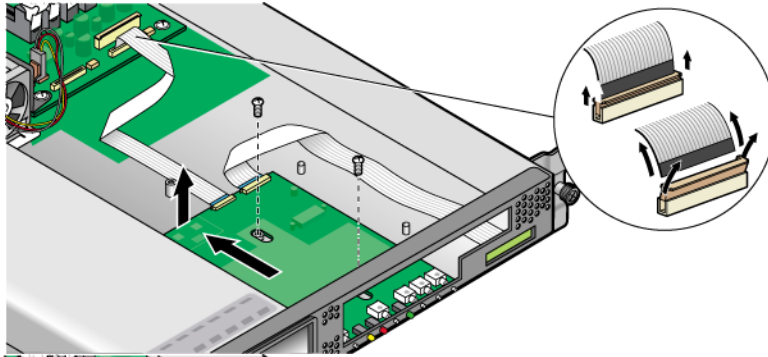

図 3-17 操作パネルボードおよびそのケーブルの取り外し
4. 操作パネルボードとマザーボードを接続しているリボンケーブルを外します (図 3-17 を参照)。
5. 操作パネルボードをシャーシに取り付けている 2 本のねじおよびワッシャーを外します (図 3-17 を参照)。